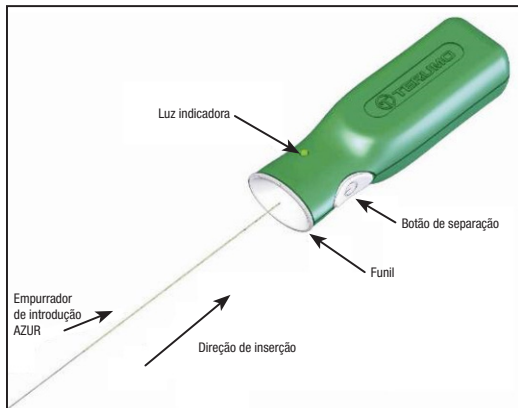

Figura 4 — Teste do controlador de separação AZUR
- Abra a bolsa do tampão vascular AZUR e retire o aro de dispensa da bolsa. Antes de utilizar o dispositivo, retire a cunha do aro de dispensa. Mantendo o implante e o introdutor do tampão vascular AZUR no lugar, puxe o empurrador para fora do aro de dispensa, de modo que a extremidade proximal do empurrador de introdução fique exposta. Tenha cuidado para não contaminar esta extremidade do empurrador de introdução com substâncias estranhas, como sangue ou contraste. Insira firmemente a extremidade proximal do empurrador de introdução na secção do funil do controlador de separação AZUR. Veja a Figura 4. **Não prima o botão de separação nesta altura.**
31. Ligue a extremidade proximal do empurrador de introdução ao controlador de separação AZUR, inserindo firmemente a extremidade proximal do empurrador de introdução na secção do funil do controlador de separação AZUR. Veja a Figura 4.